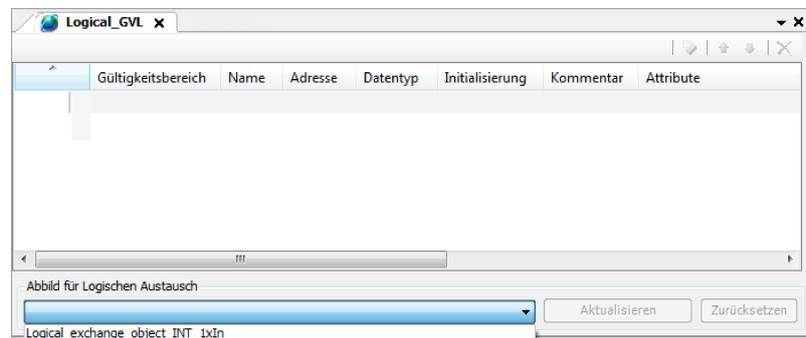

Abb. 33: Editor der GVL für Logischen Austausch mit geöffneter Combobox
4. ► Aus der sich öffnenden Liste das entsprechende logische Austauschobjekt auswählen (siehe Abb. 33)